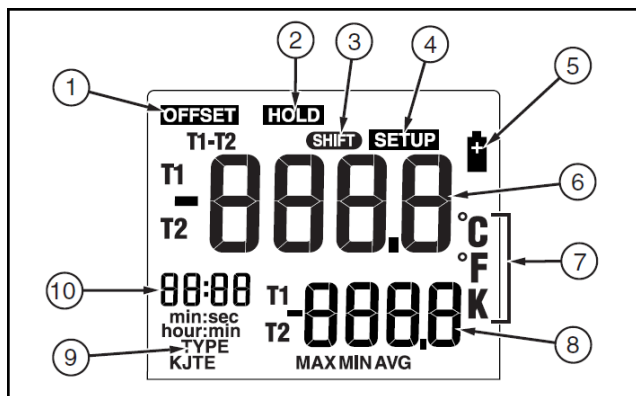

Рис. 2. Элементы дисплея
- Рис. 2 и Таблица 4 описывают дисплей.